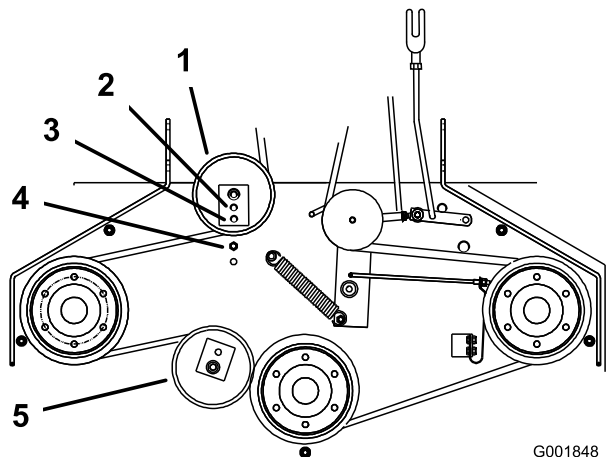

Figura 39
6. Si no es posible ajustar más el tensor y la correa todavía está floja, será necesario cambiar la polea tensora trasera al taladro central o delantero (Figura 39). Utilice el taladro que permita el ajuste correcto.
7. Cuando se cambia de posición la polea tensora, será necesario cambiar también la guía de la correa. Mueva la guía de la correa a la posición delantera (Figura 39).